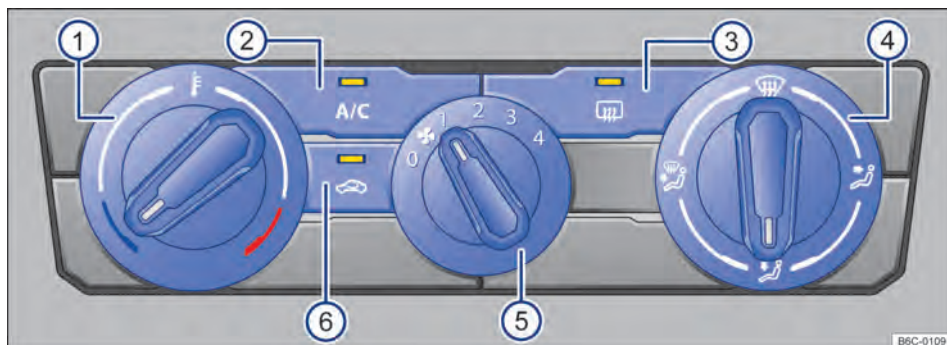

Fig. 84 Comandos do ar-condicionado.
- *Ar-condicionado*: girar o regulador do ventilador para o nível 0 → Fig. 84 ❶.
- *Ar-condicionado*: girar o regulador rotativo esquerdo → Fig. 84 ❶.
- *Ar-condicionado*: girar o regulador do ventilador → Fig. 84 (5).
- *Ar-condicionado*: girar o regulador da direita → Fig. 84 (4) para posição desejada.
- *Ar-condicionado*: girar o regulador direito para a posição  → Fig. 84 (4).